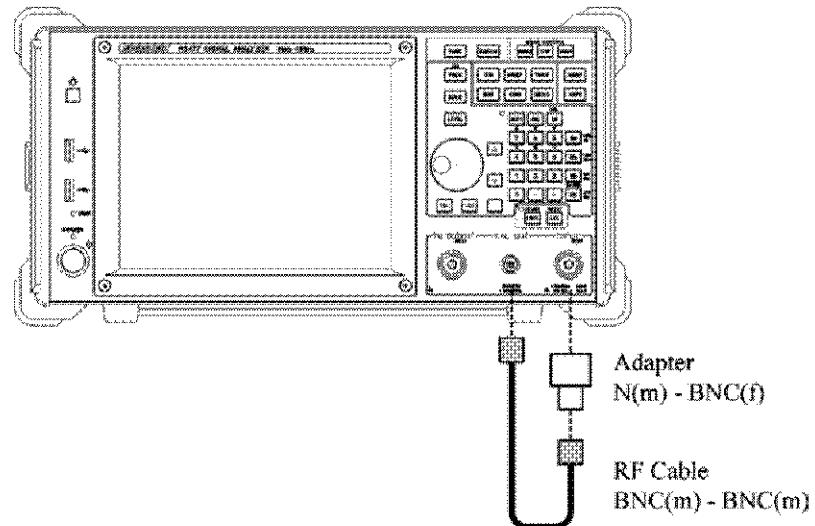

図 3-11 オート・キャリブレーション
6. 標準付属品の N(m)-BNC(f) アダプタ、人力ケーブル (A01037-0300) を使用し、図 3-11 のように接続します。